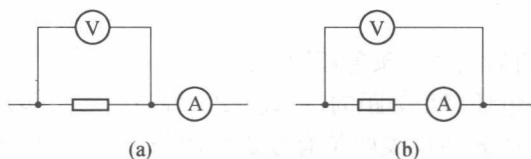

图 1-1-3 电阻测量电路
(1) 原理:伏安法测电阻的原理是欧姆定律,只要测出通过待测电阻的电流和两端的电压,然后根据 $R = U/I$ 就可得到待测电阻的阻值。
(2) 测量电路:测量电路有电流表外接法(图 1-1-3(a))和电流表内接法(图 1-1-3(b))两种选择。